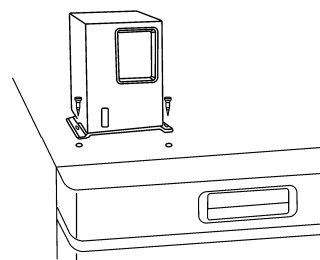

図 2
2. フレーム天面左側に付いている 4 本のネジのうちの外側の 2 本を外し、そのネジ孔に記録計取付金具の孔を合わせ、外したネジを用いて、自記温度記録計をフレーム天面に固定してください〔図 2〕。